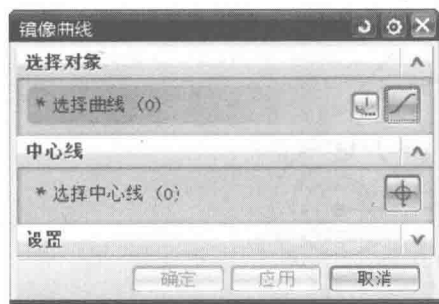
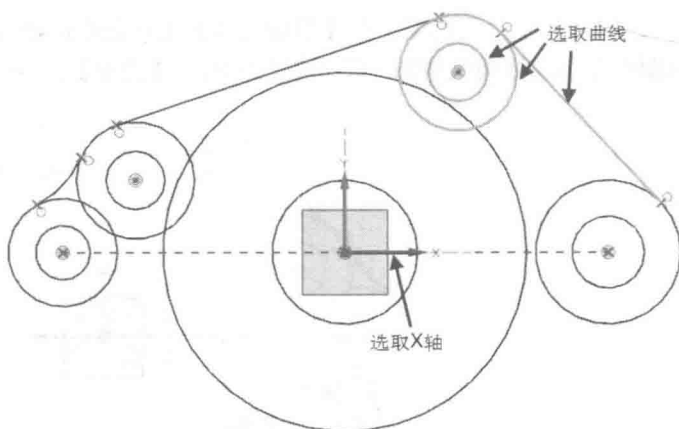
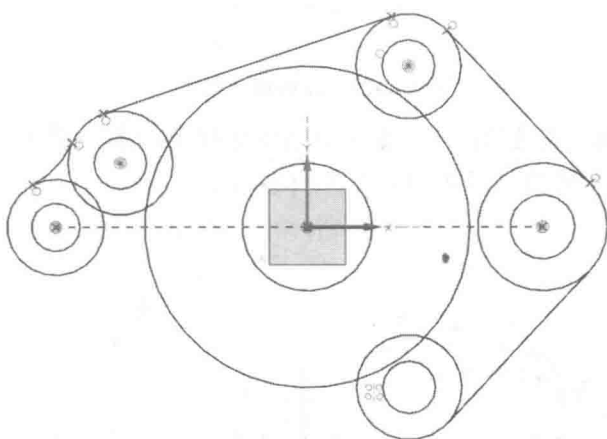

图 1-2-20 【镜像曲线】对话框
图 1-2-21 选择曲线和中心线
图 1-2-22 镜像曲线结果
(12) 镜像曲线。选择菜单【插入】(Insert) | 【来自曲线集的曲线】(Curve from Curves) | 【镜像曲线】(Mirror Curve) 命令, 系统出现【镜像曲线】对话框, 如图 1-2-20 所示。在图形中选择图 1-2-21 所示的曲线, 接着选择 X 轴为镜像中心线, 最后单击 按钮, 完成镜像曲线操作, 如图 1-2-22 所示。